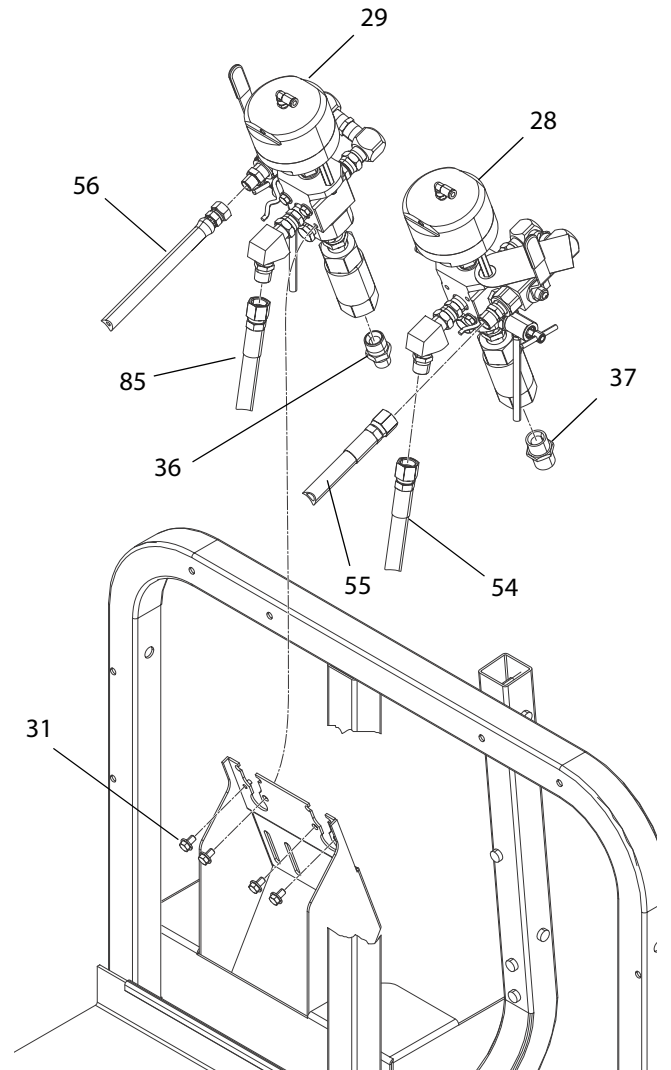

РИС. 6
2. Отключите все линии подачи жидкости от дозирующих клапанов (28 или 29). См. РИС. 6.
3. Извлеките два болта (31), с помощью которых дозирующий клапан крепится к кронштейну.
5. Отсоедините датчик давления (831) от дозирующего клапана. См. стр. 49.